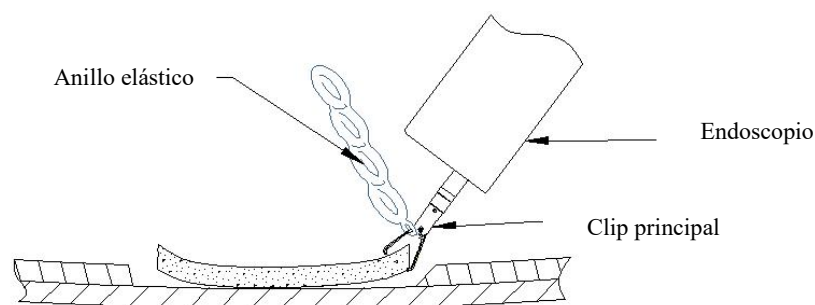

Fig. 4
7. Cuando esté satisfecho con la posición del clip, cierre el clip sobre el pañuelo tirando de los anillos de los dedos hacia atrás hasta que sienta la resistencia táctil en la empuñadura. La posición del clip ahora puede evaluarse antes del despliegue (Fig. 4). Si el clip no está en la posición deseada, vuelva a abrir suavemente los anillos para los dedos y vuelva a colocar el instrumento.